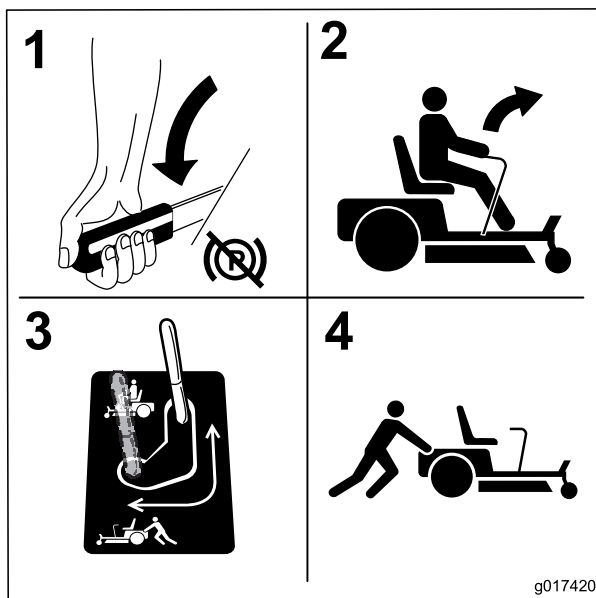

Figure 29
3. Pour pousser la machine, déplacez les leviers de dérivation en arrière et bloquez-les en place comme illustré à la Figure 29. Répétez cette procédure de chaque côté de la machine.
5. Pour utiliser la machine, déplacez les leviers de dérivation vers l'avant (Figure 29).